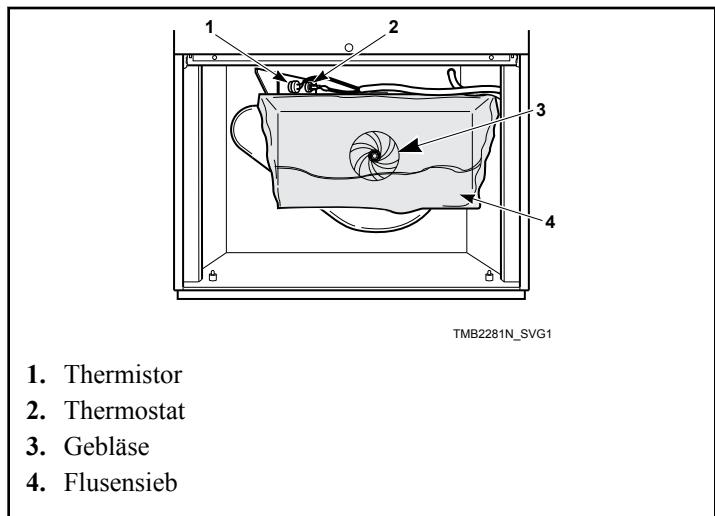

Abbildung 66
- e. Angesammelte Flusen vorsichtig vom Sicherheitsthermostat und Thermistor des Schranks abwischen. Siehe Abbildung 66.